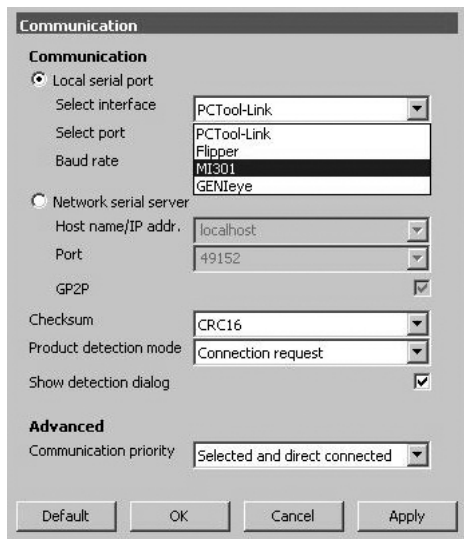

Рис. 32 Выбор пользовательского интерфейса
6. Откройте раскрывающийся список "Select interface" (выбрать интерфейс) и выберите "MI 301". См. рис. 32.
7. Откройте раскрывающийся список "Select port" (выбрать порт) и выберите порт "PC Tool link". См. рис. 32. Нажмите [Apply] (применить).